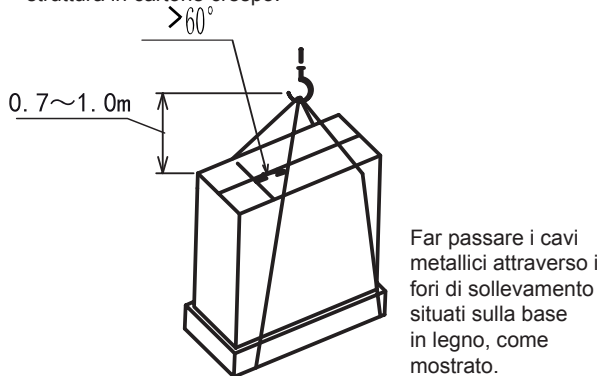

Fig. 3.1 Operazioni di sollevamento per il trasporto
- (1) Non rimuovere l'imballaggio.
- (2) Sospendere l'unità imballata con due (2) funi, come mostrato nella Fig. 3.1.